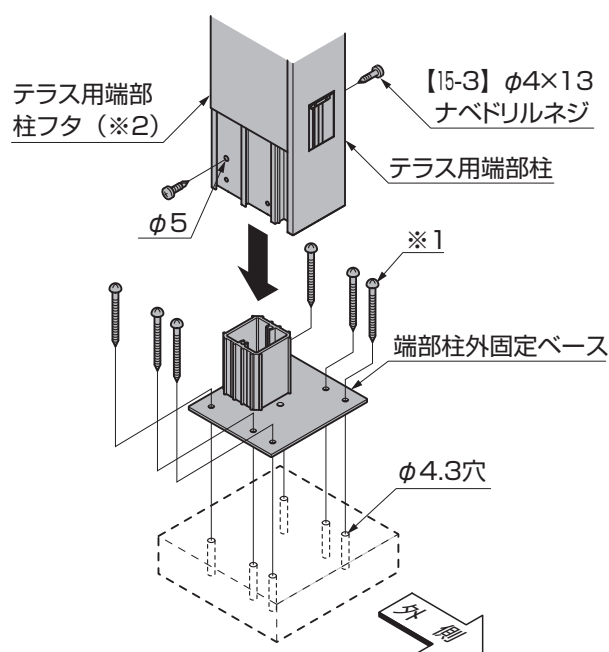
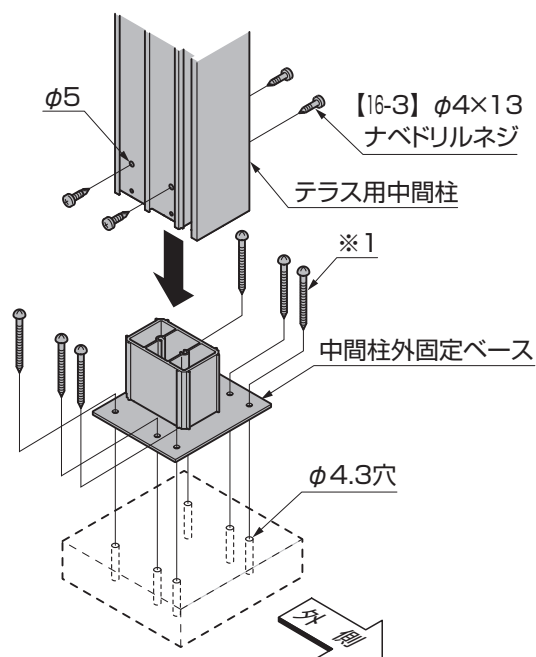

図8-18
図8-19
①柱外固定ベースを固定してください。
②テラス用端部柱、テラス用中間柱を端部柱外固定ベース、中間柱外固定ベースに、【15-3】または【16-3】で取付けてください。(図8-18、図8-19参照)